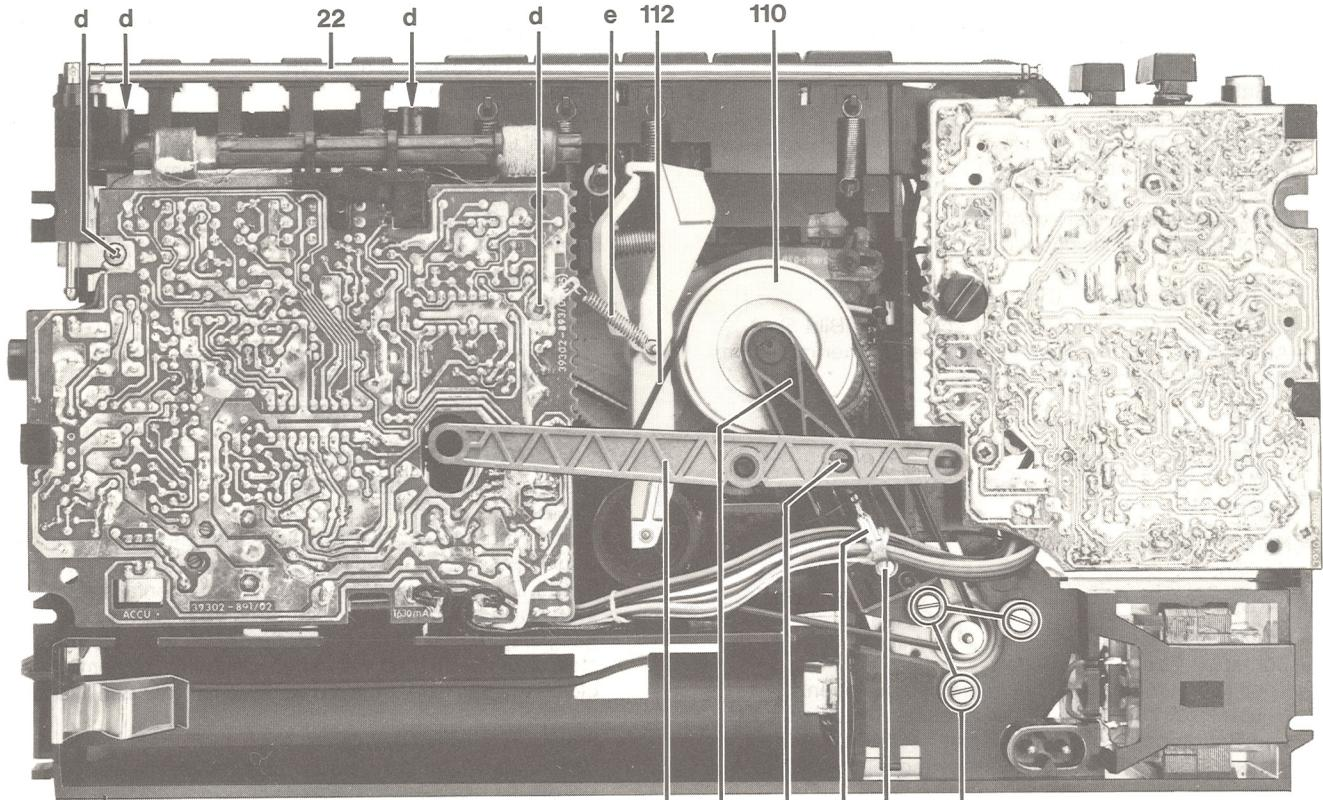

Bild 6
8. Motor wechseln (Bild 6)
13. Schwungscheibe ausbauen (Bild 6)
14. Axialspeleinstellung der Schwungscheibe (Bild 6)